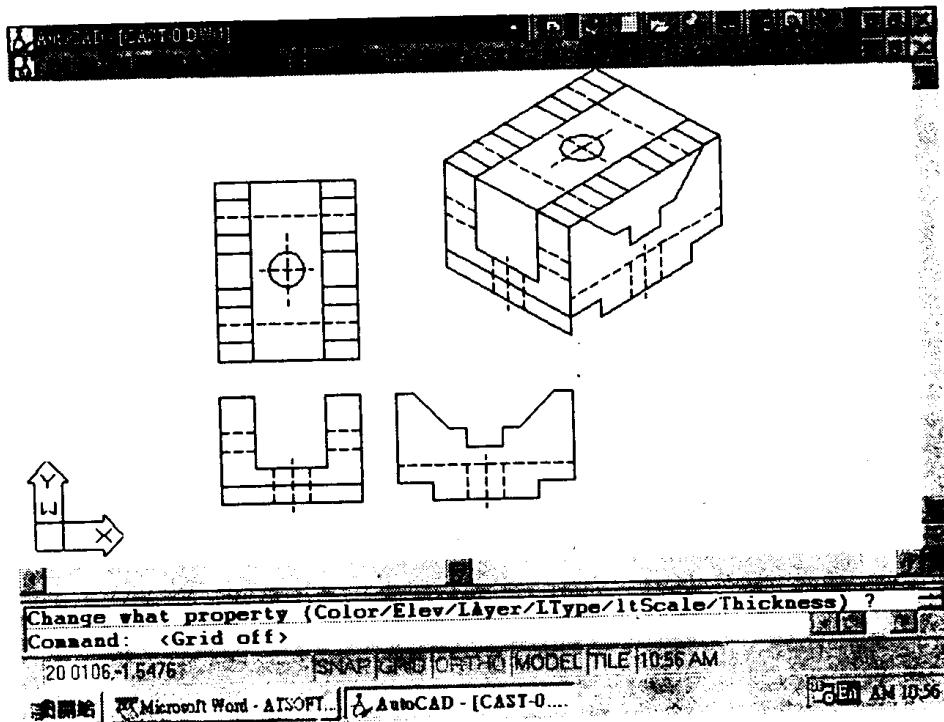

图 0-6
(2) 2D 三视图自动转换 ISO 等角图及提供等角尺寸标注: 如图 0-6、0-7 所示。